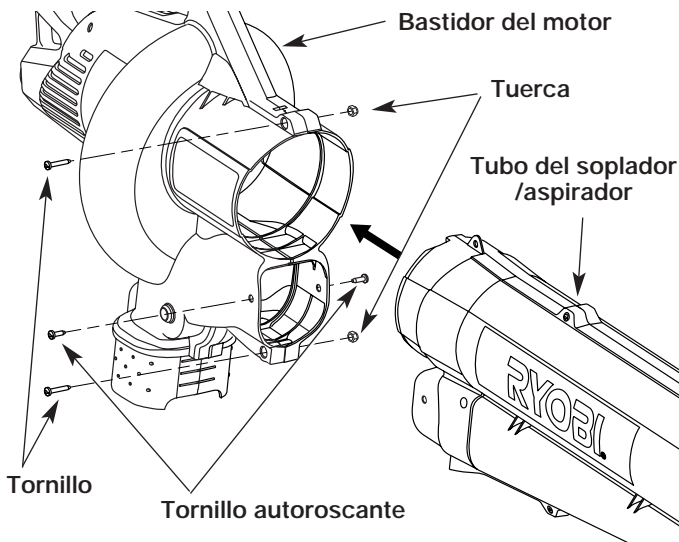

Fig. 1
2. Inserte el tubo del soplador / aspirador hasta el fondo de la abertura del bastidor del motor, hasta que los orificios de las orejetas del tubo del soplador / aspirador se alineen con los orificios de los tornillos del bastidor (Fig. 1).